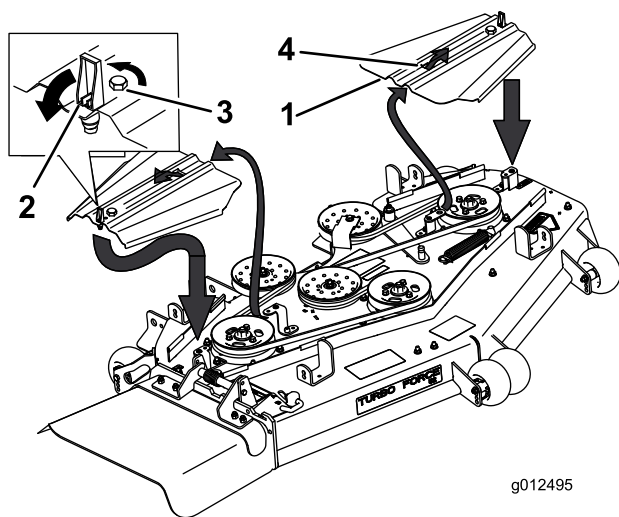

Figura 67
5. Rimuovete i copricinghia e i relativi bulloni (Figura 67).
12. Montate i copricinghia infilandoli sulle linguette, serrate i bulloni e chiudete i dispositivi di chiusura (Figura 67).